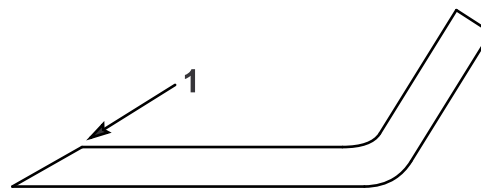

Bild 40
1. Schärfen Sie die Schnittkante jedes Messers an beiden Enden des Schnittmessers mit einer Feile (Bild 40). Behalten Sie den ursprünglichen Winkel bei. Das Messer bleibt ausgewuchtet, wenn Sie die gleiche Menge Metall von beiden Schnittkanten entfernen.